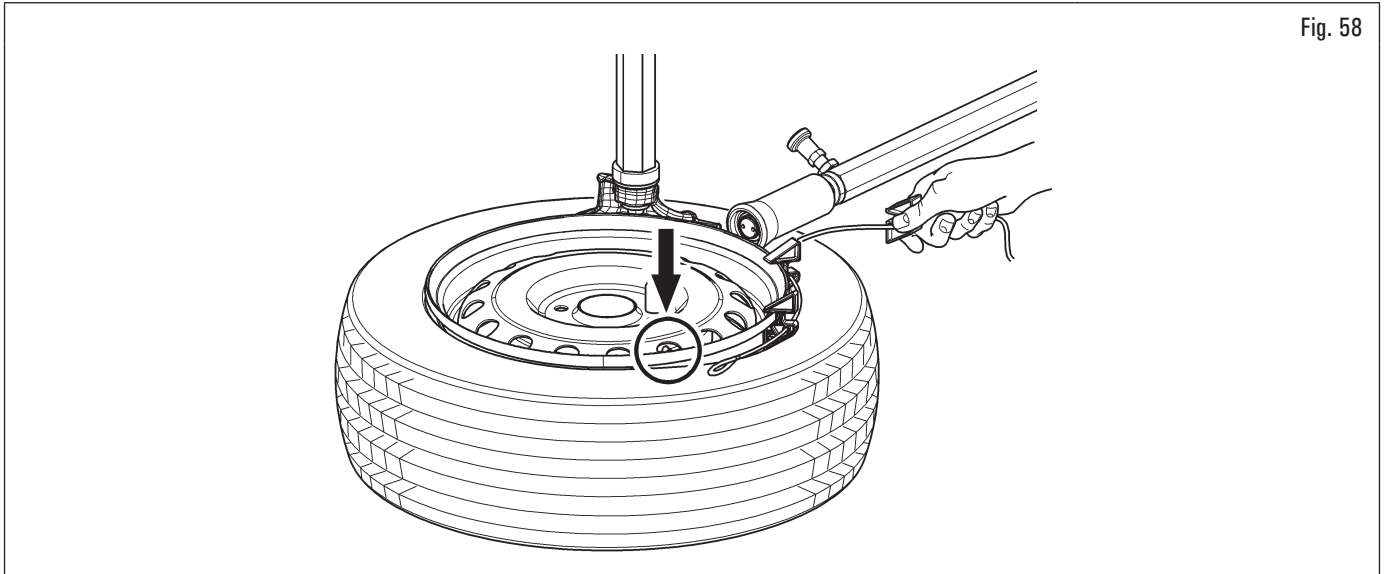

Fig. 58
4. presionando el pedal de rotación, inserte todas las cuñas una a la vez (Fig. 58);